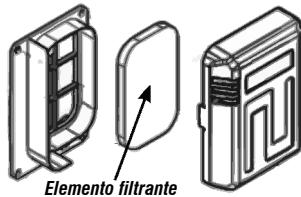

Fig. 23 – Elemento filtrante
- Retire el elemento filtrante (fig. 23). Si el elemento filtrante está sujo, lávelo con agua y detergente neutro.